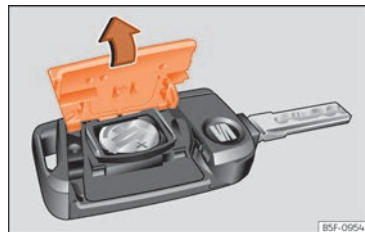

Abb. 65 Fahrzeugschlüssel: Deckel des Batteriefachs öffnen.
- Abdeckung auf der Rückseite des Fahrzeugschlüssels in Pfeilrichtung abnehmen >>> [Abb. 65], >>> ①.